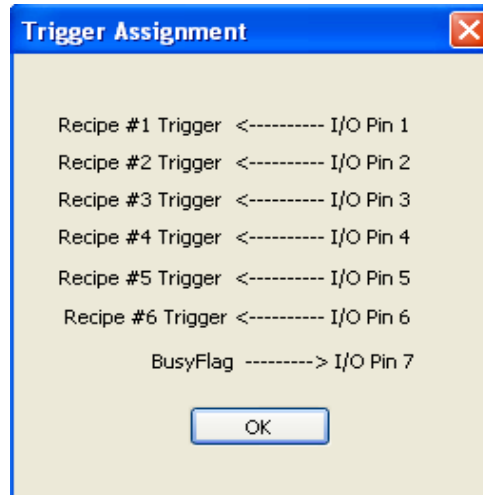

图 5-2：触发映射
6. **触发映射：**显示输入到点胶配方中的触发输入配置。例如，下方所示图 5-2 中，将来自输入/输出引脚 1 触发信号用来激活配方 #1。忙碌旗标(输入输出引脚 7)是一项输出信号，外部控制器和机器人可凭借它来监控喷射点胶机状态。当喷射点胶机为待机状态时，忙碌旗标信号设置为高；而当喷射点胶机使用时，忙碌旗标信号设置为低。外部控制器/机器人可使用该忙碌旗标信号来同步下一配方触发的计时。